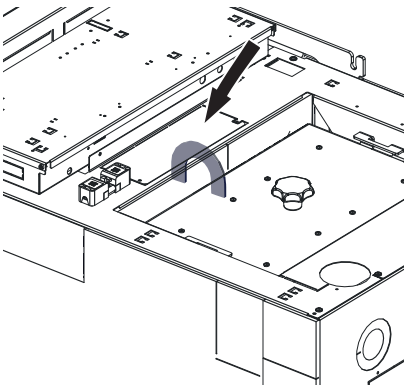

Fig. 10 Rimuovere la prepunzonatura sopra l'occhio di sollevamento
- b) sollevando la caldaia con una gru agganciata all'occhiello – Fig. 10.
- Staccare e rimuovere la prepunzonatura sopra l'occhio di sollevamento – Fig. 10. Dopo che la caldaia è stata sollevata dal pallet, la prepunzonatura, ruotata di 180°, può essere rimontata con 2 viti autofilettanti.